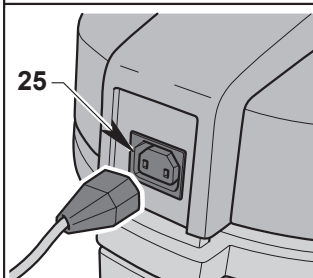

Fig. 12
- Den Stecker der elektrischen Bürste in die Steckdose (25 Abb. 12) an der oberen Seite des Staubsaugers einstecken (maximal zugelassene Kraft 200 W).